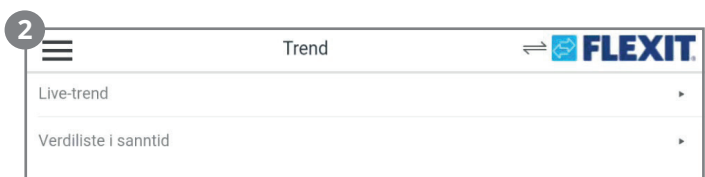

Fig.1
2. Her kan man velge mellom å se en graf (Live trend (fig.1.)) eller parametere (Live verdiliste (fig. 2)) over de loggede verdiene.